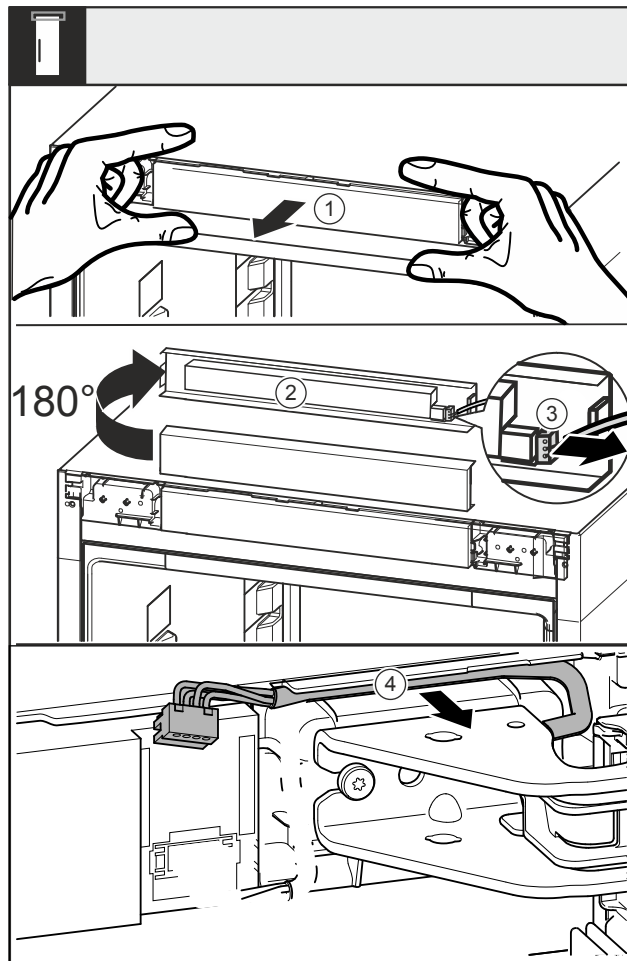

Fig. 16
- Lironi nga përpara panelin mbulues Fig. 16 (1).
- Rrotulloni për lart me 180° panelin mbulues Fig. 16 (2).
- Shtypni nga prapa majën e kapjes te spina Fig. 16 (3) dhe tërhiqni spinën jashtë me kujdes.
- Lironi kabllon Fig. 16 (4) nga udhëzuesi mbi bazamentin mbështetës.